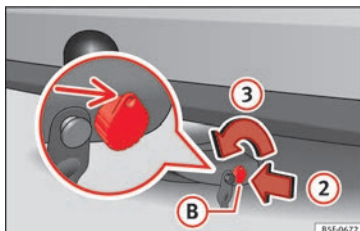

Bild 231 Lås upp.
- För in nyckeln **(B)** i låset i pilens riktning **(2)** » bild 231.